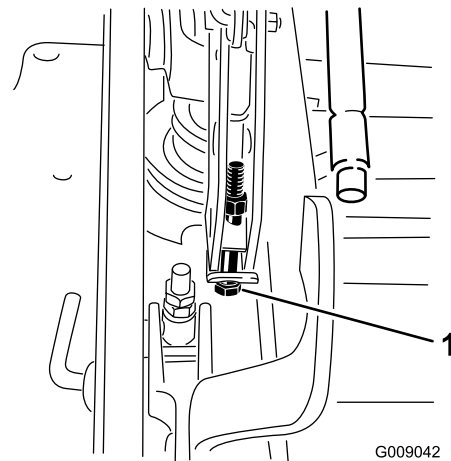

Figure 86
12. Si le plateau est trop bas, serrez le boulon de réglage monopoint dans le sens horaire. Si le plateau est trop haut, desserrez le boulon de réglage monopoint dans le sens antihoraire (Figure 86).